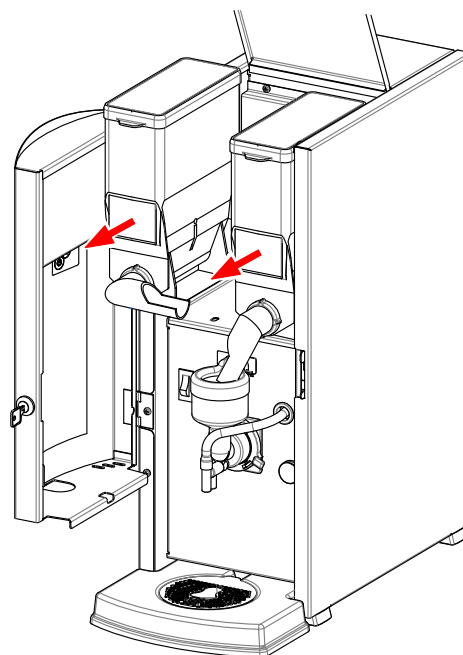

Fig. 25
1. Tag beholderne ud af apparatet ved at trække den/dem mod Dem selv (fig. 25).